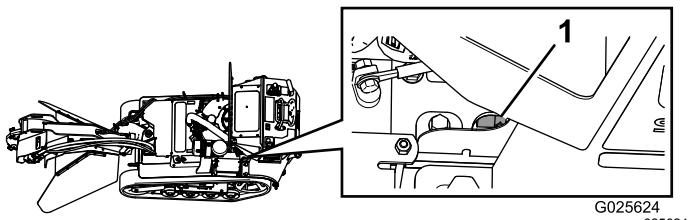

Figura 40
**Nota:** La valvola di interdizione del carburante è accessibile anche attraverso il telaio, dietro la batteria (Figura 40).